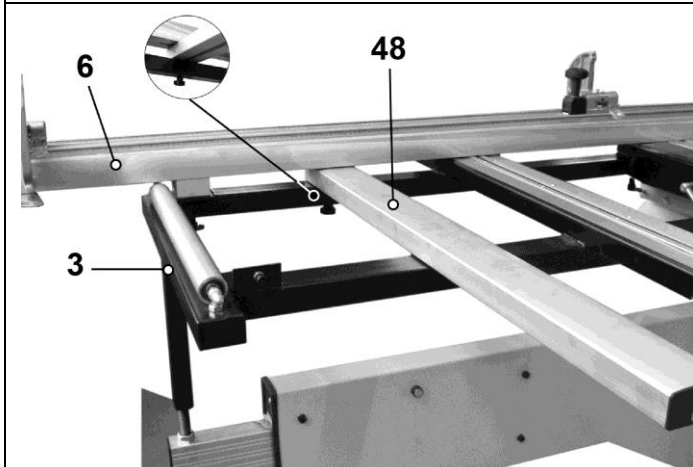

Рис. 11
8.3.6. Для установки фронтального упора (6) под углом до 45° к линии пиления установите и закрепите опорную рейку (48), Рис.11, для его опоры.